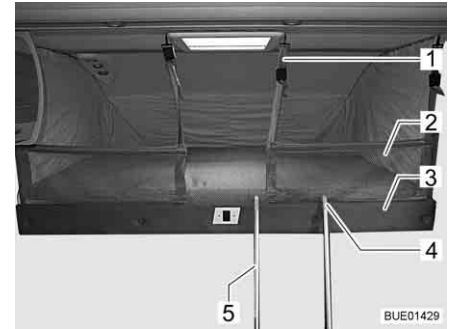

Fig. 122 Cama suspensa com rede de segurança instalada
Se estiver disponível uma rede de segurança (Fig. 122,2) esta encontra-se juntamente com os cintos de segurança por baixo do colchão na cama suspensa. Expandir a rede de segurança somente quando já ninguém se encontrar na cama suspensa.
- Suspenda os cintos de segurança (Fig. 122,1) nos ganchos existentes no teto.
- Pendure a escada de mão (Fig. 122,5) com ambos os arcos (Fig. 122,4) na régua de manipulação (Fig. 122,3) na cama suspensa.